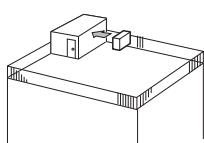

Fig. 2-2
- Rett luftutslippet mot nærmeste tilgjengelige vegg, hold en avstand på omtrent 35 cm. (Fig. 2-2)